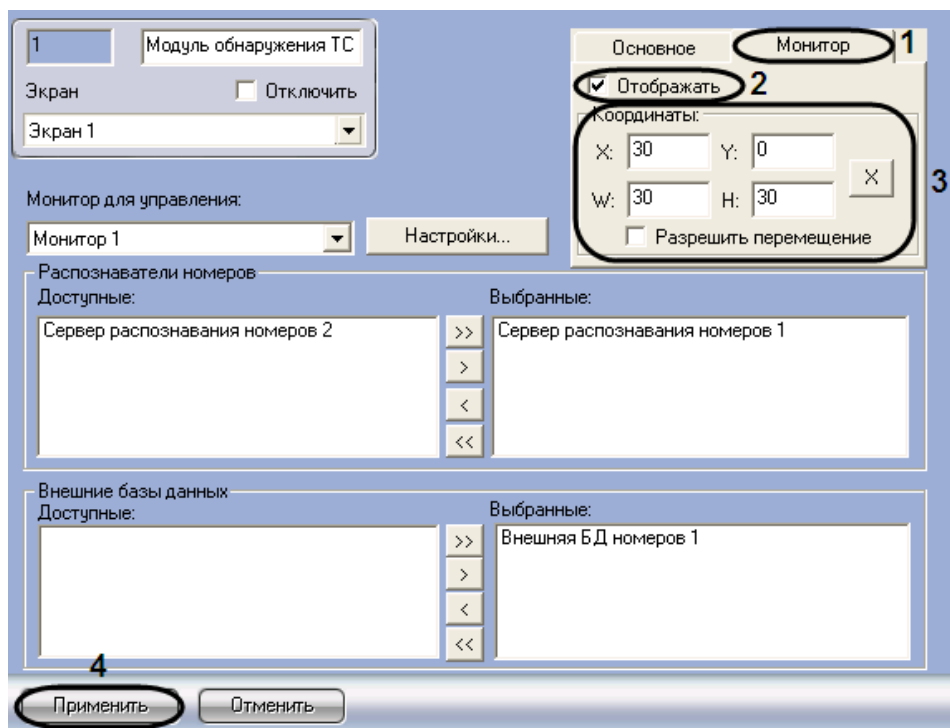

Рис. 7.8—4. Настройка размещения компонента «Монитор событий»
1. Перейти на панель настройки объекта «Модуль обнаружения ТС» (Рис. 7.8—4).
2. Перейти на вкладку «Монитор» (см. Рис. 7.8—4, 1).
3. Для отображения компонента «Монитор событий» на экране установить флажок «Отображать» (см. Рис. 7.8—4, 2). В результате выполнения операции будут активированы настройки размещения компонента «Монитор событий».